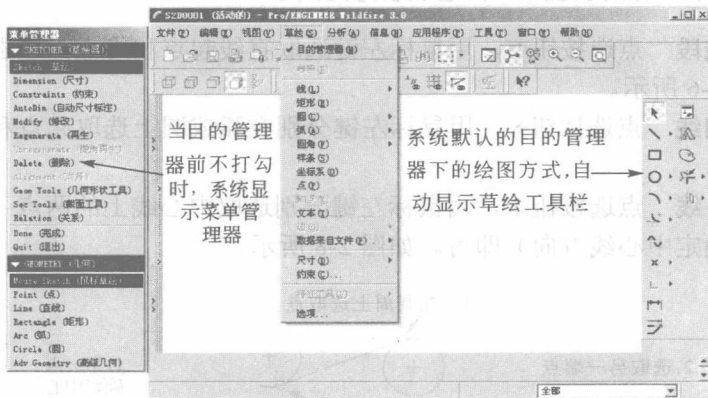
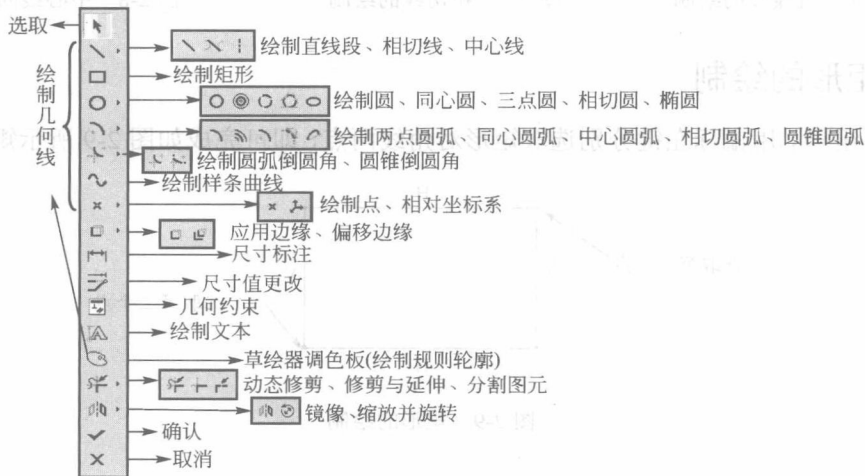

图 2-4 两种草绘模式
图 2-5 草绘工具栏按钮介绍
(2) 草绘工具栏 当进入草绘模式时，有两种绘图模式可供用户选择，即利用目的管理器或菜单管理器（图 2-4 两种草绘模式）。前者为 Pro/Engineer 的默认绘图方式，后者则为擅长菜单模式设计者所喜好。两种模式原则上都可独立完成草绘工作，除了界面和其他一些小差别外，绘图方式基本相同。在 Pro/Engineer wildfire 中，由于草绘功能的集成，菜单管理的重要性有所下降，草绘工具栏各按钮的功能如图 2-5 所示。